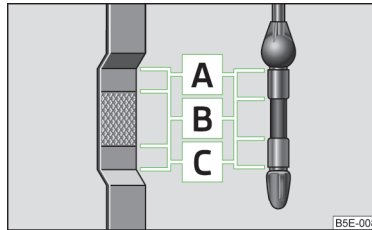

Fig. 163
- Dacă nivelul de ulei este situat deasupra zonei **A** » fig. 163 la pagina 190,  nu continuați deplasarea! Opriți motorul și apelați la asistență din partea unei unități specializate.
Joja indică nivelul uleiului » fig. 163.
Nivelul uleiului nu trebuie să fie în nici un caz, deasupra zonei **A** » fig. 163 - Pericol de deteriorare a instalației de evacuare a gazelor arse!